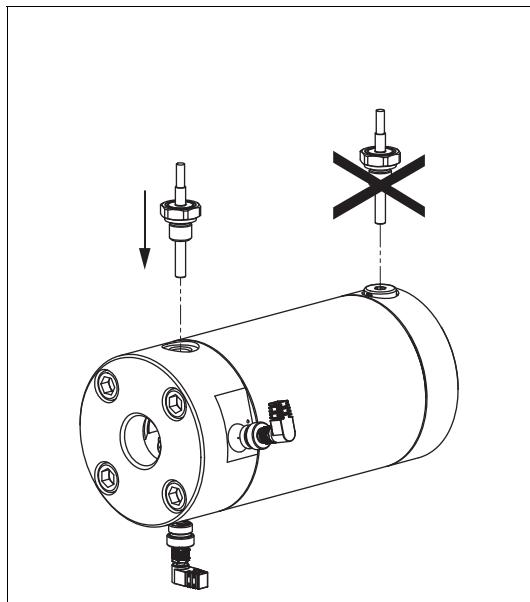
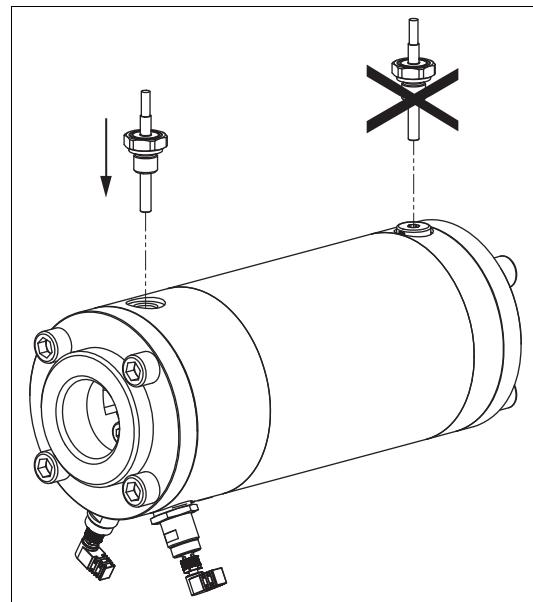

Abb. 5 Einbauort EET (z.B. OMG 32)
Abb. 6 Einbauort EET (z.B. OMG 52)
- Richtigen Einbauort wählen, siehe Abb. 5, Seite 14 und siehe Abb. 6, Seite 14.